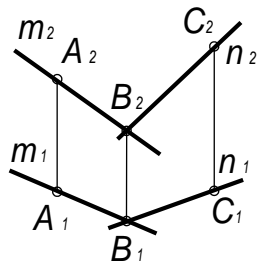

Рис. 3
- 3) двумя пересекающимися прямыми (рис. 3). Сравните с заданиями 1) и 2);